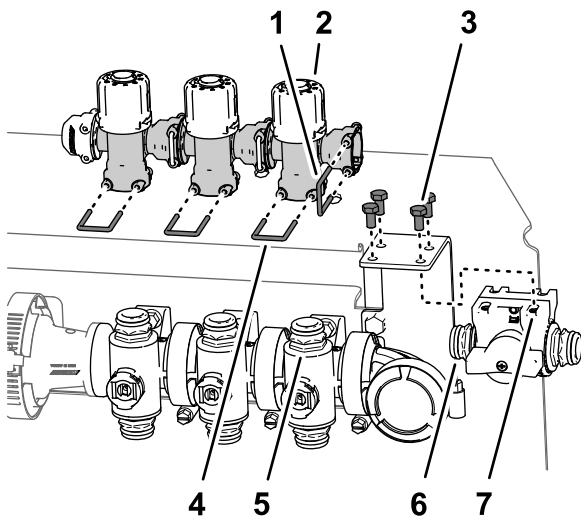

图 49
1. 卸下将旁通切断阀固定到阀支撑架的 4 个螺栓 6 x 12mm 图 49。
2. 取出将旁通切断阀固定到右喷洒臂段阀旁通阀的卡环取下切断阀图 49。
3. 取出将 3 个旁通阀固定到 3 个歧管阀的 3 个卡环图 49。
4. 提起 3 个歧管阀快速取水阀上的 3 个旁通阀图 49。